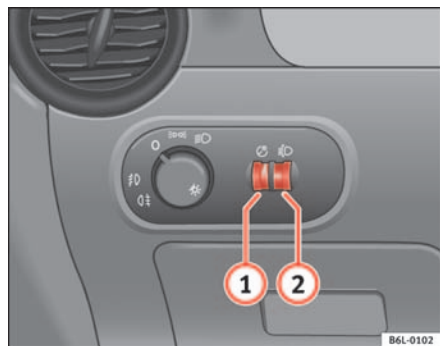

Fig. 57 Tablero de instrumentos: reguladores de la iluminación de instrumentos y mandos y del alcance de los faros
Con las luces encendidas se puede regular la intensidad de la luz de los instrumentos y mandos girando la ruedecilla moleteada ⇒ fig. 57 ①.